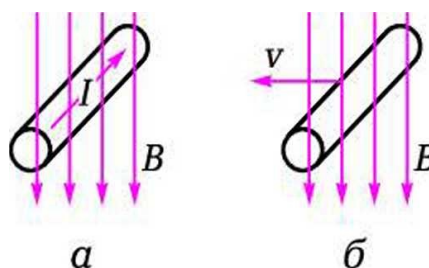

Рис. 4.4. Проводник с током в магнитном поле: а — к задаче 3; б — к задаче 4
3. На проводник длиной $l = 10$ см с током $I = 2$ А действует магнитное поле с индукцией $B = 1,3$ Тл (рис. 4.4, а). Определите значение и направление силы, действующей на проводник.
4. Проводник длиной $l = 10$ см перемещается в магнитном поле с индукцией $B = 1,3$ Тл (рис. 4.4, б). Скорость перемещения проводника $v = 1\,00$ см/с. Определите значение и направление ЭДС в проводнике.